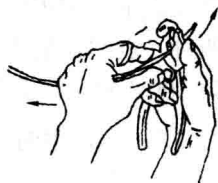

图 1-7 剥削导线绝缘层
(5) 剥削导线绝缘层。在现场施工中, 如果没有剥线钳, 还可以用钢丝钳来剥削导线头的绝缘层。其方法是左手抓住导线, 并在手掌上绕一圈。用右手握住钢丝钳, 取好要剥削导线的绝缘层长度, 刀口夹住导线绝缘层, 施力要合适, 不能损伤导线的金属体, 只在绝缘层上留有夹压的痕迹。同时, 两手向外用力, 这时靠绝缘层与钳口的摩擦力将绝缘层拉掉, 如图 1-7 所示。